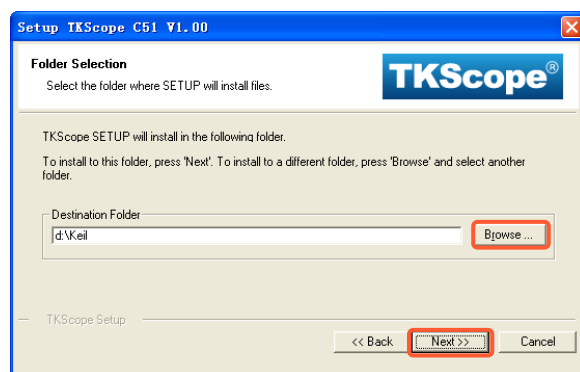
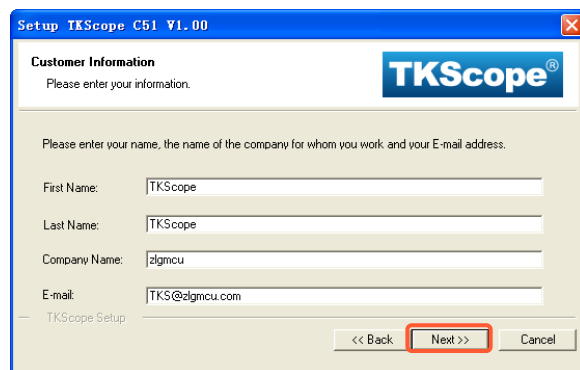
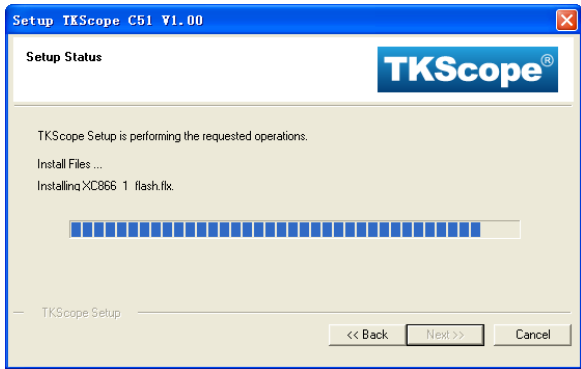

图 2.3 指定驱动安装路径
图 2.4 填写用户信息
图 2.5 驱动安装进度提示框
- 3 此时,需要指定仿真器驱动程序的安装路径,如图 2.3 所示。注意:驱动程序必须安装在 Keil 软件的安装路径下!
- 4 点击图 2.3 中【Next】选项,系统会弹出如图 2.4 所示的对话框,用户根据提示填写自己的信息。
5 点击图 2.4 中【Next】选项，即可开始仿真器驱动程序的安装，安装过程如图 2.5 所示。